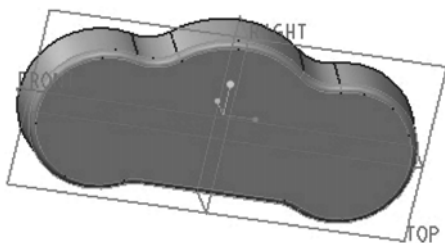

图 4-87 完成倒圆角 2
- 4 在“倒圆角”选项卡中单击“完成”按钮 ，效果如图 4-87 所示。